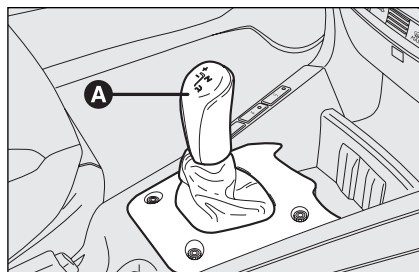

fig. 8
Interviniendo en la palanca de mando **A-** **fig. 8** de tipo flotante de “posición única central estable”, es posible aumentar / disminuir la relación de la marcha acoplada y/o poner la marcha atrás (R) o el punto muerto (N).